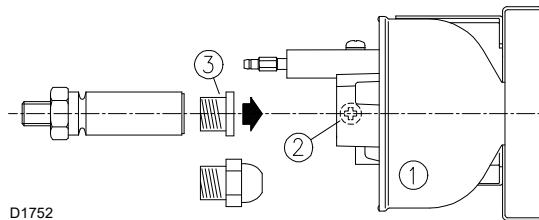

Fig. 11
- Aflojar los tornillos 2) y extraer el grupo estabilizador de llama 1), quitar el tapón de plástico 3) y montar la boquilla (Fig. 11).